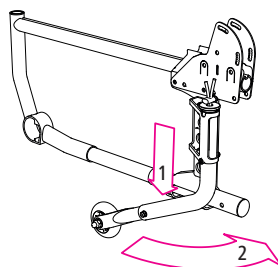

Рис.22
3. Для активації колеса проти перекидання натисніть трубку вниз (1, рис. 22).